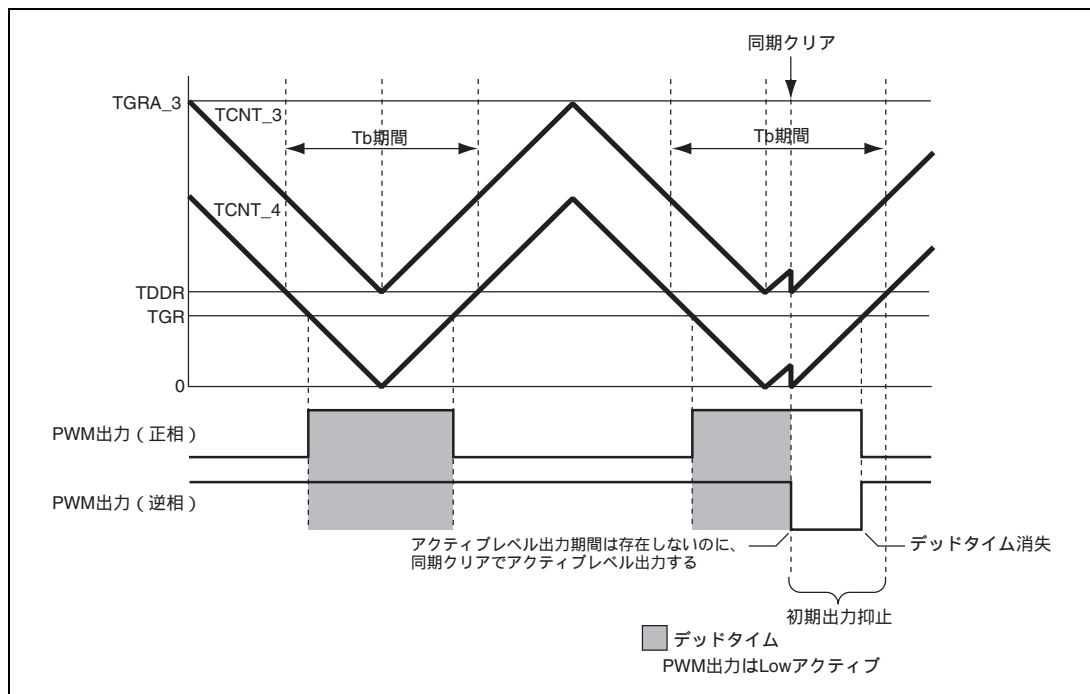

図 11.114 条件 (2) の同期クリア例
条件(2) 初期出力の抑止期間 、にて、TGRB_3 TDDR、TGRA_4 TDDR、TGRB_4 TDDR のいずれかが成立する状態で、同期クリアする(図 11.114)。